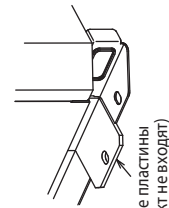

Рис. 3 (без съёмной опоры)
- 4) Если болты крепления закручиваются после установки блока на основание, то используйте крепежные пластины (в комплект не входят). См. рис. 3 и 4.